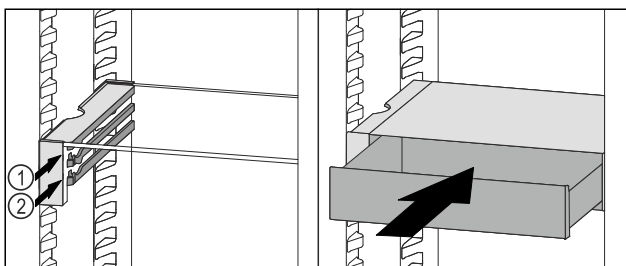

Fig. 61
- ▶ Așezați sertarul VarioSafe în spatele opritoarelor pe nervura dorită *Fig. 61 (1)* sau *Fig. 61 (2)*.